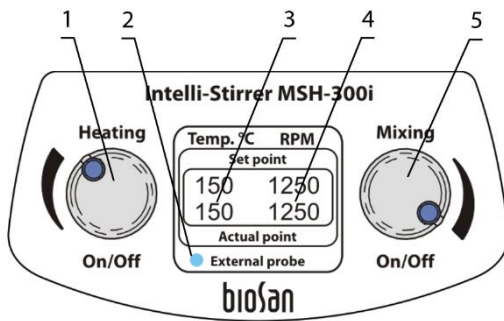

Рисунок 2. Панель управления
- Слева (рис. 2/3): температура, сверху отображается выставленная, снизу – текущая температура поверхности (или жидкости, если подключен внешний датчик);
- Справа (рис. 2/4): скорость перемешивающего элемента, сверху – выставленная, снизу – текущая.
- Установка температуры плиты. Используя рукоятку нагрева **Heating** (рис. 2/1), включите нагрев и установите требуемую температуру (линейно, в диапазоне от 30 до 330 °C). Индикатор **Actual point** начинает мигать (4 раза в секунду), пока устройство не достигнет заданной температуры.
- 5.5. Установка внешнего датчика температуры. Подсоедините датчик к разъёму на задней стороне прибора. На панели управления загорится индикатор **External probe** (рис. 2/2), это значит, что контроль температуры проводится через внешний температурный датчик. Закрепите датчик с помощью держателя на штативе SR-1. Поместите конец датчика в жидкость.
Внимание! Если индикатор **External probe** (рис. 2/2) мигает, то датчик не соприкасается с нагреваемой жидкостью и платформа достигла своей максимальной температуры в 340°C. Это может вызвать аварийную ситуацию. Опустите датчик в жидкость или выключите прибор.
- 5.6. Используя рукоятку **Mixing** (рис. 2/1), включите режим перемешивания и установите требуемую скорость.